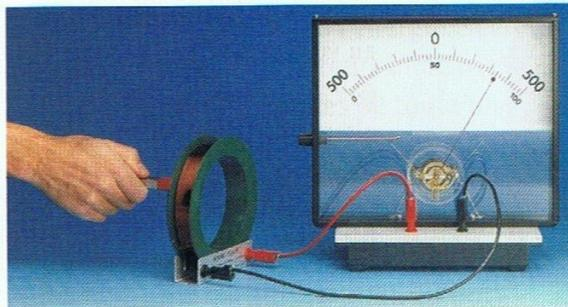
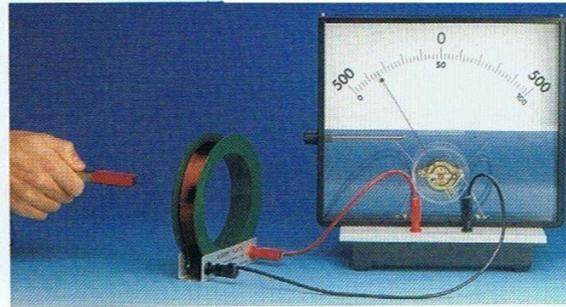

fig. 2 On approche le pôle nord.
fig. 3 On éloigne le pôle nord.
2. Approchons rapidement le pôle nord de l'aimant vers la bobine, et observons la déviation de l'aiguille du galvanomètre (fig. 2). Voyons ensuite ce qui se passe quand on l'éloigne (fig. 3).